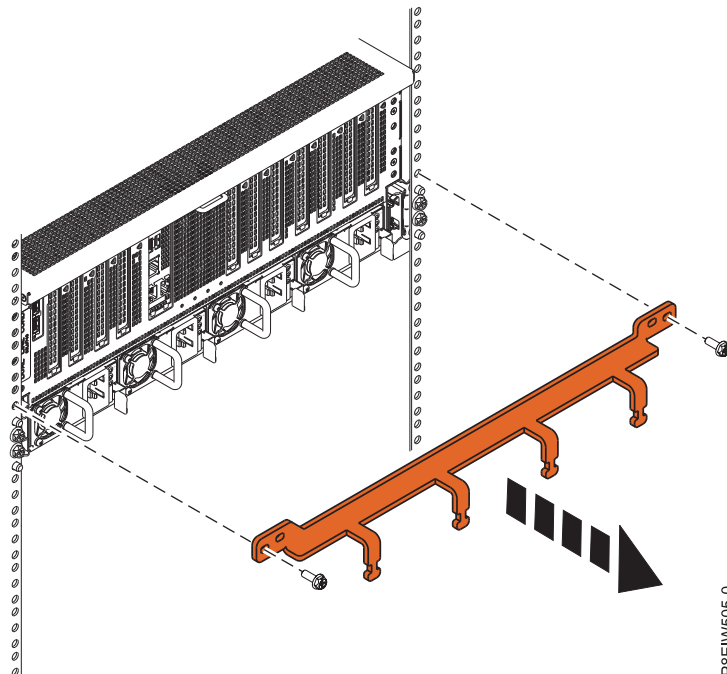

Figure 21. Retrait du support de transport
1. Retirez les deux vis qui maintiennent le support de transport au châssis, comme illustré à la figure 21. Stockez le support de transport si vous souhaitez déplacer le système ultérieurement.